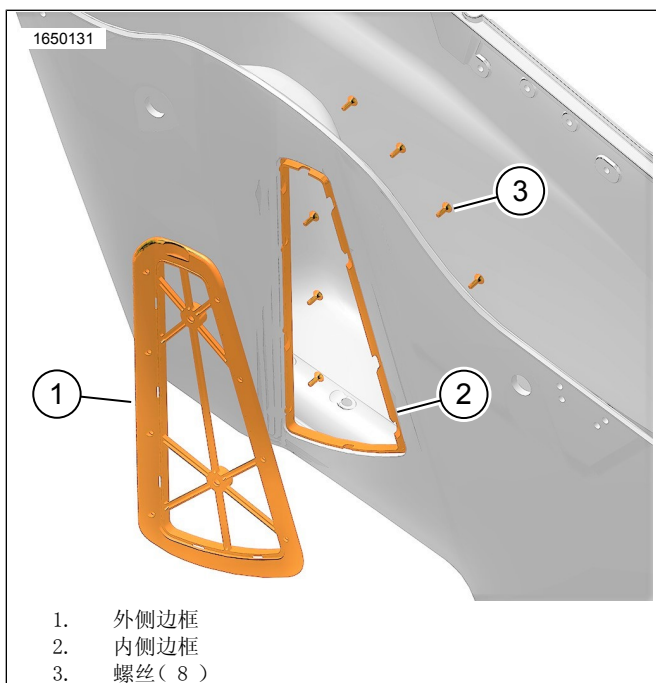

图11。测试边框是否匹配
- 5. 参见图11。测试边箱上的内(2)外(1)边框是否匹配。
- 8. 参见图11。安装边箱上的内(2)外(1)边框是否匹配。